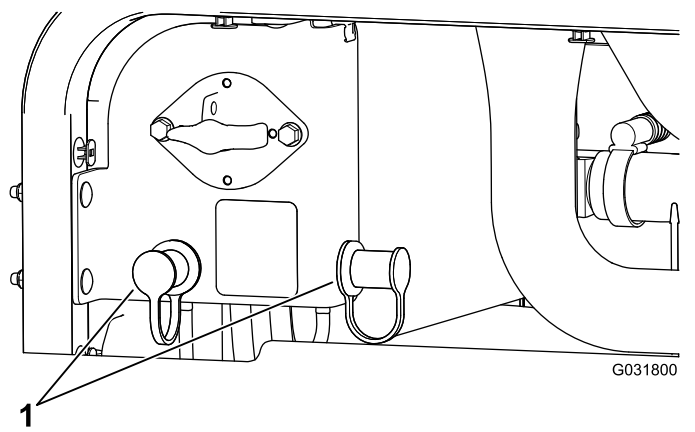

Figura 107
3. Togliete i coperchi dai poli di avviamento (Figura 107).